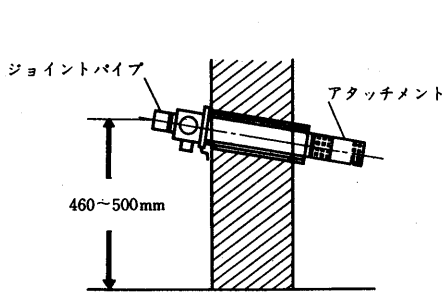

図16
(1) 標準設置方式〈直接背面排気〉
- (I) アタッチメント取付後，図16に示すような寸法になっているかどうかをチェックします。この寸法以上に誤差があるときは本体に敷物をするとか，穴をあけかえる必要があります。
- (II) つぎにアタッチメントから，ジョイントパイプを抜き，本体の排気接続口に付けかえます。
- (IV) 本体を，給気ホースが接続できるところまで動かし，給気ホースを接続します。
- (V) 給気ホースを接続したら，本体を，壁面いっぱいまで移動しながら，アタッチメントに，ジョイントパイプを接続します。